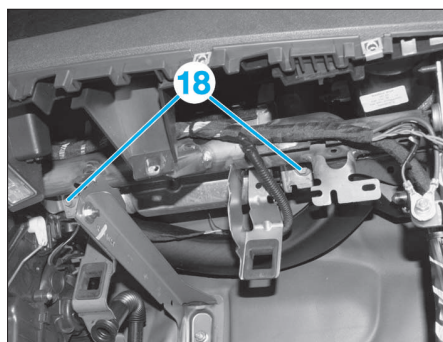

FIG. 56
- Déposer les vis (18) (sous la planche de bord) (Fig.56).